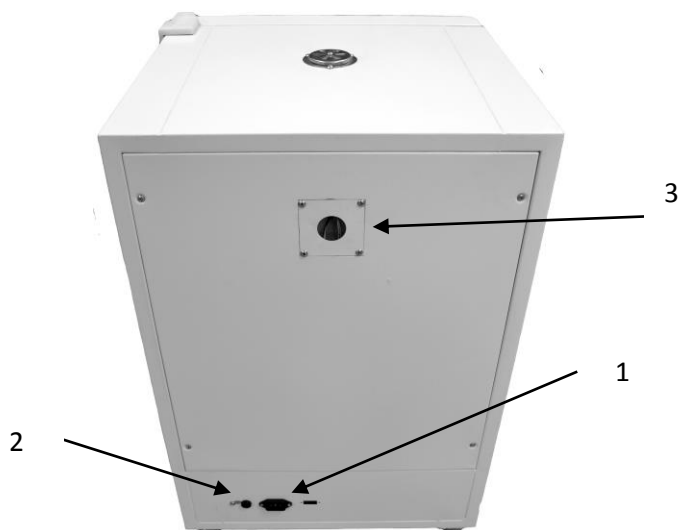

Рис. 3. Шкаф сушильный. Вид сзади.
На задней панели шкафа (см. рис.3) располагаются разъем для подключения кабеля электропитания (1), предохранитель (2) и отверстие (3), предназначенное для быстрого доступа к термодатчикам.